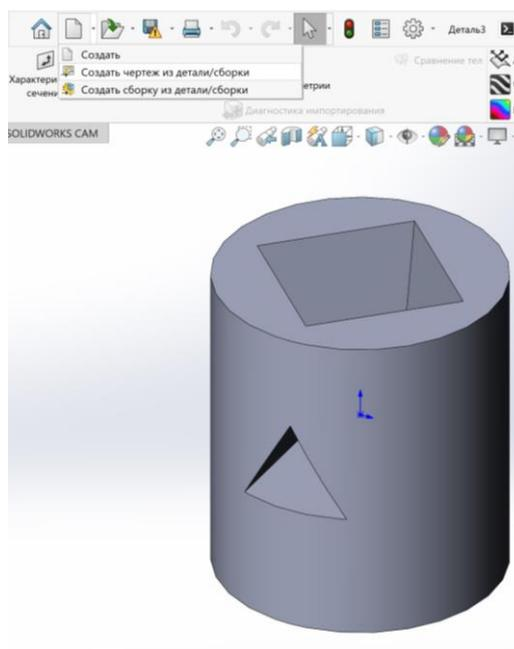

Рисунок 4.1 – Створення кресленика на основі поточного файлу
1. У відкритому документі побудованої 3D моделі обираємо створити кресленик з деталі з меню **Файл**. Або натиснути на кнопку **Створити**  на панелі інструментів. При цьому буде створено кресленик на основі поточного документа (рис. 4.1).